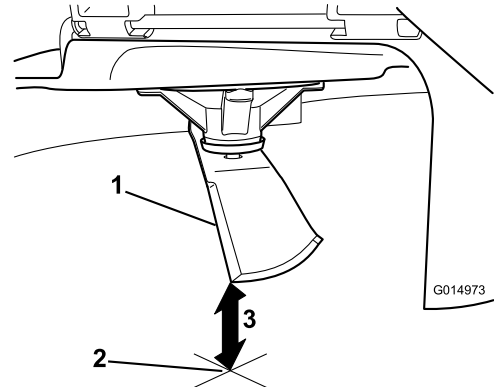

**Figura 79**
3. Distancia medida entre la cuchilla y la superficie (A)
4. Gire la misma cuchilla 180 grados de manera que el otro extremo esté en la misma posición (**Figura 79**).